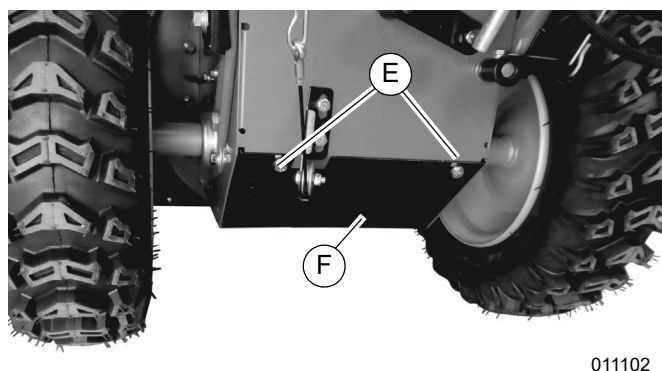

Figure 4-14. Emplacement des vis du carter de transmission
3. Voir **Figure 4-14**. Retirer les deux vis (E) de fixation du carter de transmission (F) à l'aide d'une clé de 10 mm.